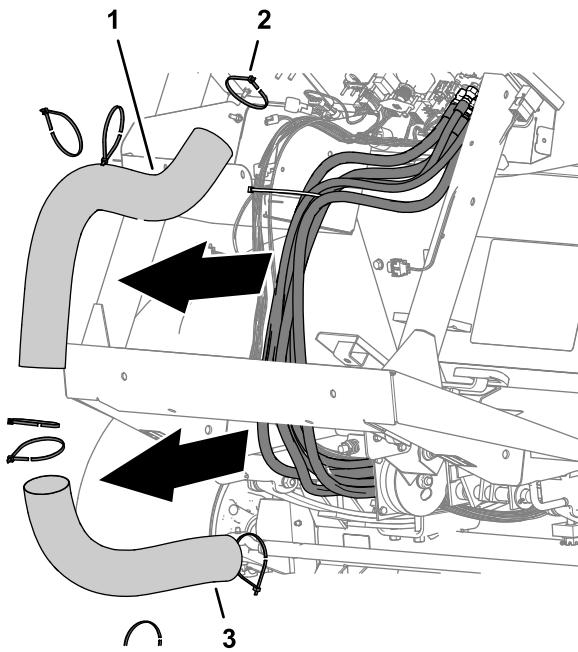

Figura 47
2. Retire las bridas que sujetan las fundas superior e inferior a las mangueras de dirección, y retire las fundas (Figura 47).